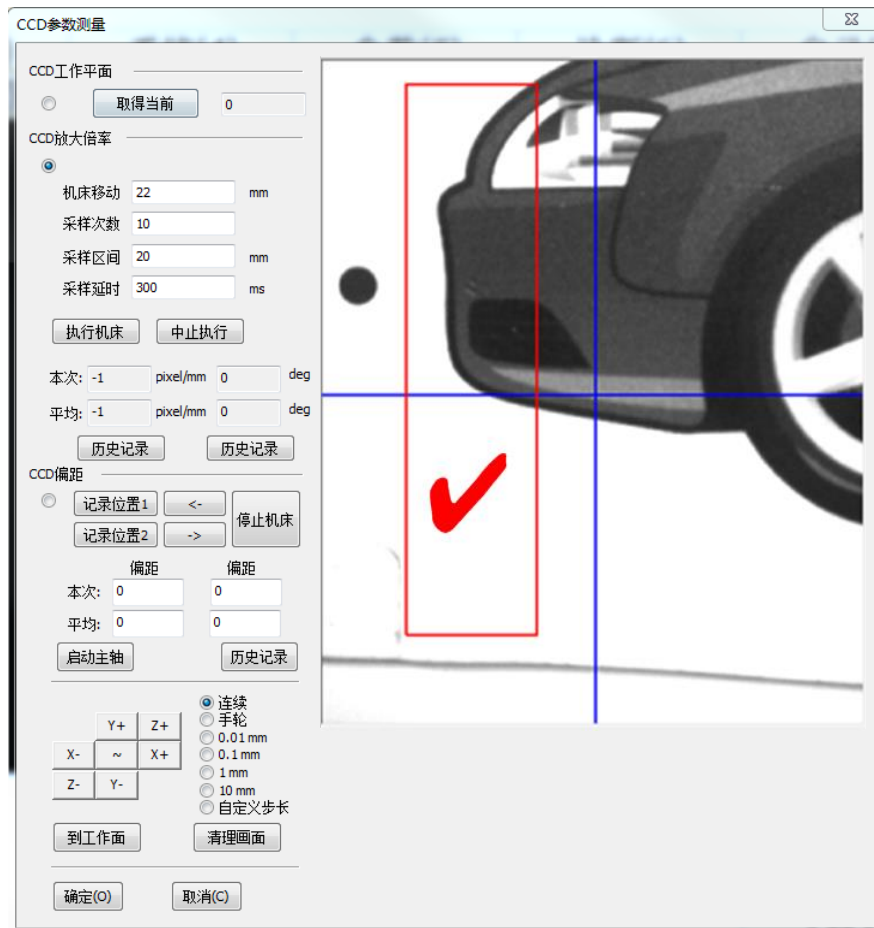
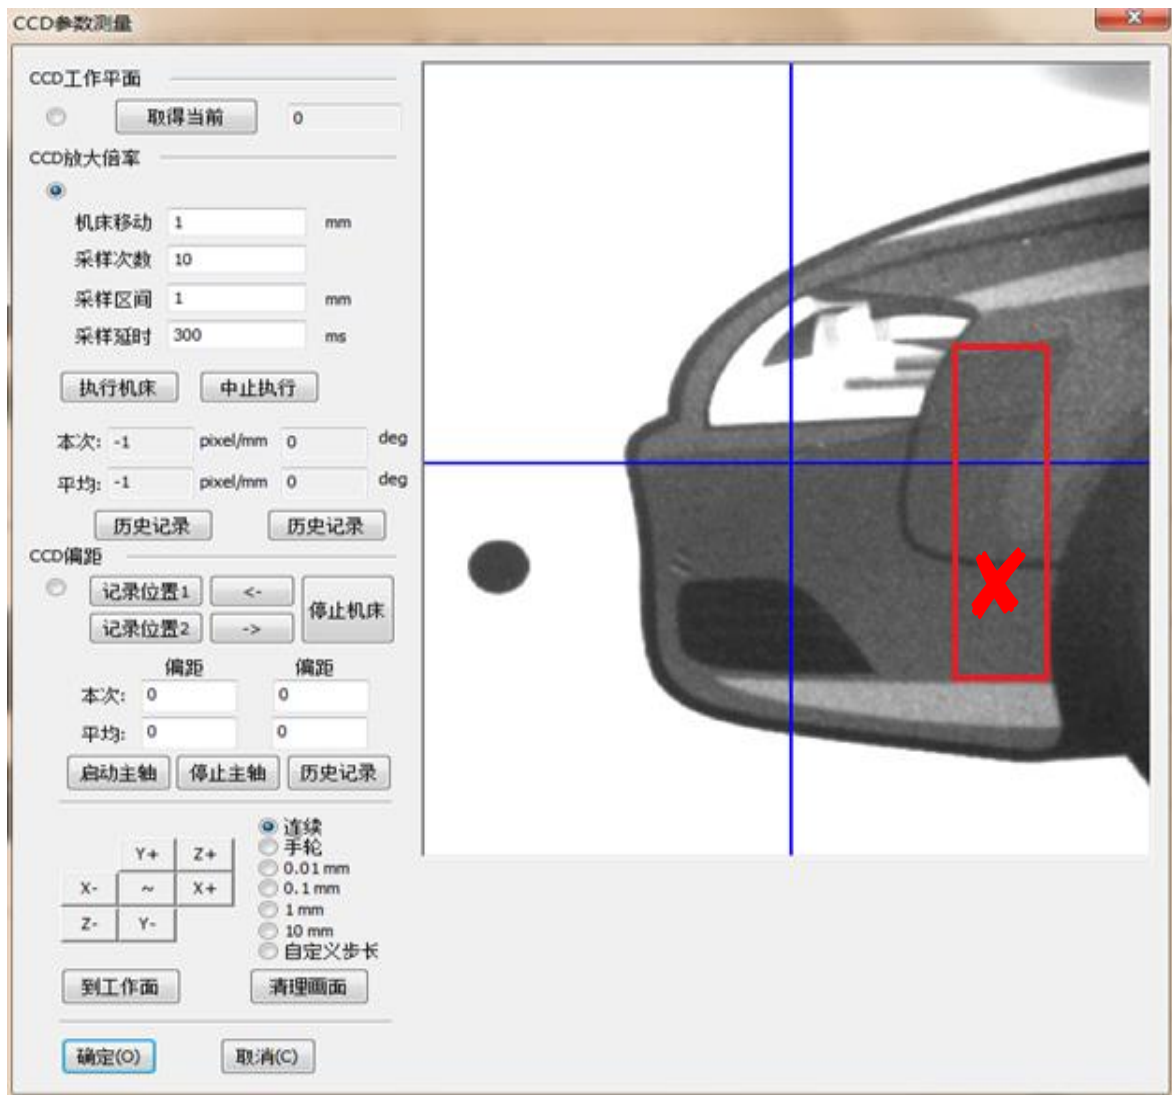

图 28 测量开始前特征的位置
图 29 色差不明显图案
- 如图 28 测量开始前特征的位置所示，调整机床到合适位置，选择靠左边缘的**具有明显色差特征的区域**为采样图片。系统是安装灰度值偏差识别采样区域的，若采样区域内图案全是类似于图 29 那样色差不明显或就是同一种颜色，系统会识别错误导致测量失败或者测量数据有误。
本系统支持两点和三点单 CCD 拍照加工模式。在选取拍照点时，要求拍照点图像清晰，并能唯一确定轮廓位置。尽量避免类似于图 29 所示那样色调差别不明显图案。